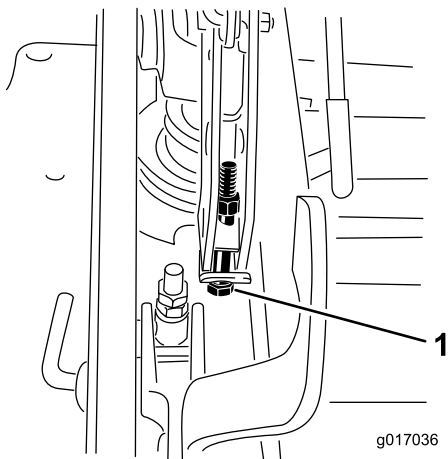

Bild 88
13. Wenn das Mähwerk zu niedrig ist, drehen Sie die zentrale Einstellschraube nach rechts, um sie anzuziehen. Wenn das Mähwerk zu hoch ist, drehen Sie die zentrale Einstellschraube nach links, um sie zu lösen (Bild 88).